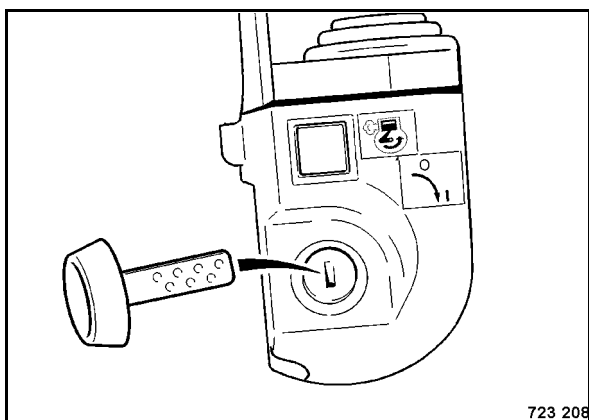

Рис. 52
- Вынуть ключ зажигания (Рис. 52) и положить на хранение в надежное место.